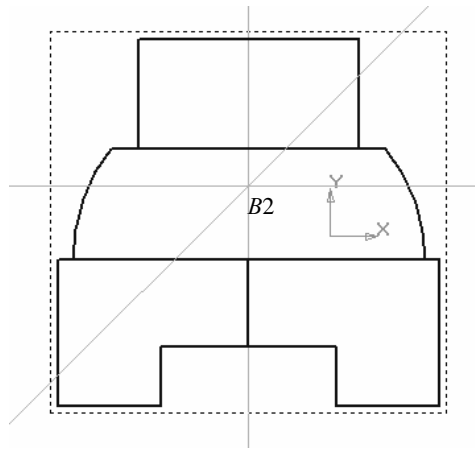

Рис. 43. Установка секущей плоскости
По заданию секущая плоскость проходит через точку  $B2$  (рис. 43).
1. На фронтальной проекции с помощью Вспомогательной прямой и Параллельной прямой проведем фронтально-проецирующую плоскость (см. рис. 43).